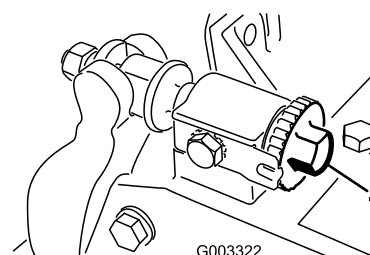
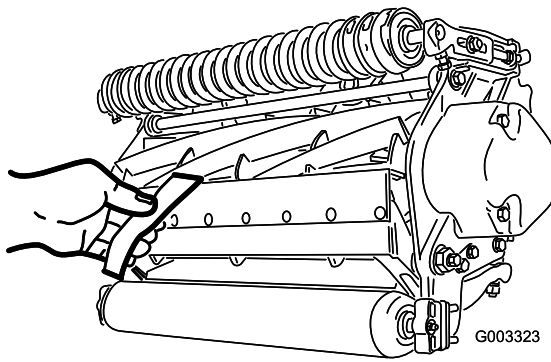

Figure 8
Figure 9
1. Placez la machine sur un sol plat et horizontal. Supprimez le contact avec le cylindre en tournant les vis de réglage de la barre d'appui dans le sens anti-horaire (Figure 8).
3. À une extrémité du cylindre, insérez une bande de papier journal entre le cylindre et la contre-lame (Figure 9). Tout en tournant lentement le cylindre en avant, tournez la vis de réglage de la barre d'appui dans le sens horaire (du même côté du cylindre) (Figure 8), un cran à la fois, jusqu'à ce que le papier soit pincé légèrement lorsque vous l'introduisez par l'avant, parallèle à la contre-lame. Vous devriez sentir une légère résistance lorsque vous tirez sur le papier.
5. Vérifiez ensuite si le cylindre peut saisir le morceau de papier inséré par l'avant et le couper lorsqu'il est inséré perpendiculairement à la contre-lame (Figure 9). Normalement, le papier doit être coupé avec un minimum de contact entre la contre-lame et les lames du cylindre. Si vous sentez un frottement ou un contact excessif du cylindre, vous devez alors roder ou rectifier les lames pour obtenir les tranchants nécessaires à une coupe de précision (voir le Manuel d'affûtage pour tondeuses rotatives et à cylindres Toro, Form No. 80-300PT).